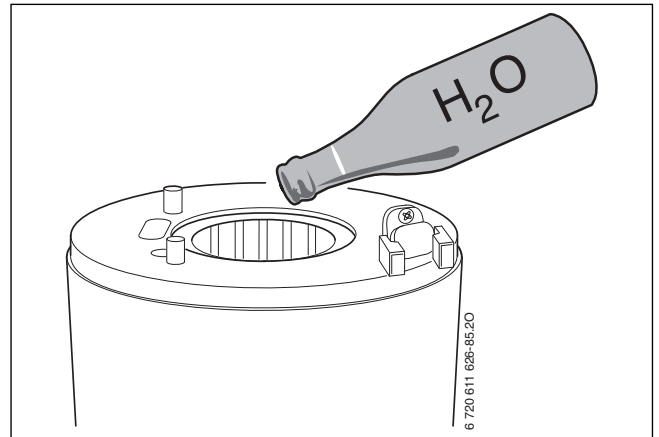

Fig. 46 Clătirea schimbatorului de căldură cu apă
- ▶ Demontarea dispozitivului de amestecare (→ Fig. 46).